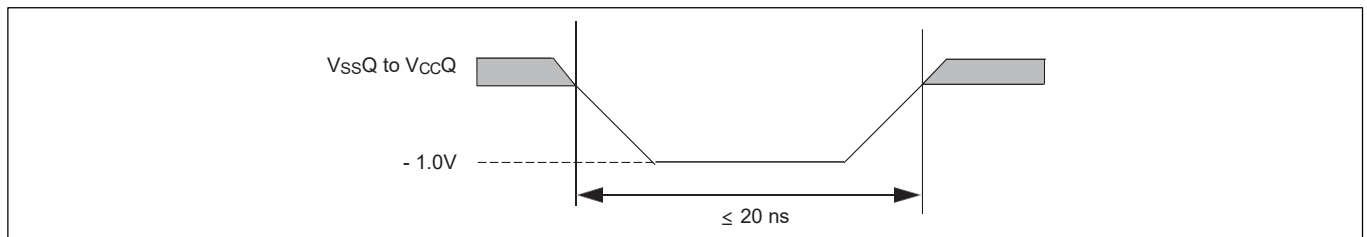
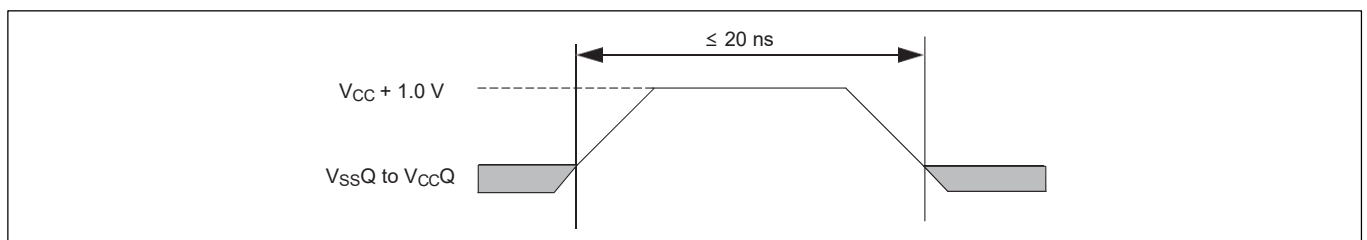

图17 最大负过冲波形
图18 最大正极过冲波形
47. 输入或 IO 信号上的最小 DC 电压为 -1.0 V。在电压转换期间，输入或 IO 信号可能低于 V_{SS} 至 -1.0 V，持续时间长达 20 ns。见 图17。输入或 IO 信号上的最大 DC 电压为 V_{CC} + 1.0 V。在电压转换期间，输入或 IO 信号可能高于 V_{CC} + 1.0 V，持续时间长达 20 ns。见 图18。